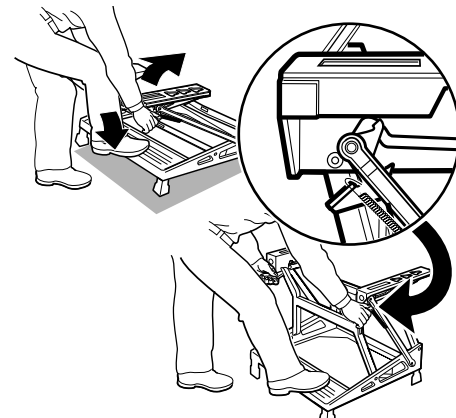

FIG. 2
The Workmate® 225 Type 4 work center comes partially assembled. A standard hammer is required for assembly. A plastic socket wrench is included. Empty the contents of the box and identify all components (see Figure 1). Place the frame (A) on the floor in the position shown in Figure 1. Find the release levers near the front rubber feet on the sides of the frame. Depress both release levers as shown in Figure 2 and pull up until you hear the frame lock in place.
La modèle Workmatemd WM225 de type 4 est livré partiellement assemblé. Il faut un marteau standard pour l'assemblage. L'emballage comprend une clé à douille en plastique. Sortir le contenu du carton d'emballage et vérifier si tous les éléments y sont (fig. 1). Placer le cadre (A) sur le plancher dans la position illustrée à la figure 1. Chercher lesleviers de déclenchement près des pieds en caoutchouc avant situés sur les côtés du cadre. Enfoncer les deux leviers de la façon illustrée à la figure 2 et relever le cadre jusqu'à ce qu'on l'entende s'enclencher.